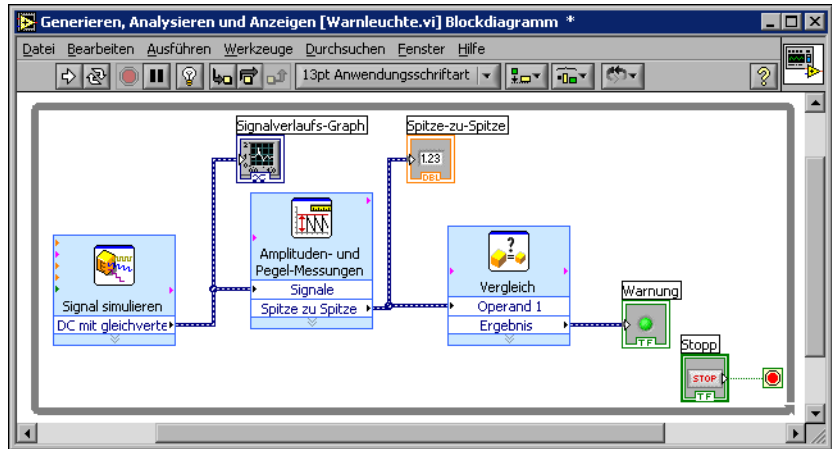

Abbildung 2-5. Blockdiagramm des VIs “Warnleuchte”
1. Ziehen Sie den Anschluss **Warnung** rechts neben das Express-VI “Vergleich”. Achten Sie darauf, dass sich der Anschluss **Warnung** in der Schleife befindet (vgl. Abbildung 2-5).
Ihr Blockdiagramm sollte ungefähr aussehen wie Abbildung 2-5.